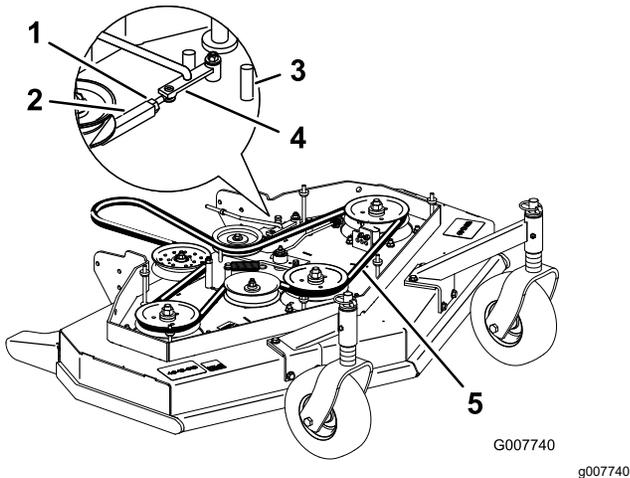

Bild 8
3. Lösen Sie die Sicherungsmutter des Spannschlusses (**Bild 8**).
- Drehen Sie das Spansschloss in Richtung der Rückseite des Mähwerks, um die Riemenspannung zu erhöhen. Drehen Sie das Spansschloss in Richtung der Vorderseite des Mähwerks, um die Riemenspannung zu verringern (**Bild 8**).